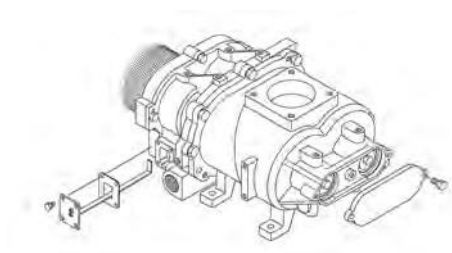

Рис. 57: Выталкиватель для типа 15 – 30
- 5.** Тип 15 – 30: При помощи встроенного выталкивателя (Рис. 57) можно удалить консистентную смазку, находящуюся в области подшипников.